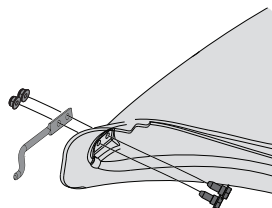

Figura 15
1. Desde el interior de la bota, coloque los dos tornillos de cabeza hexagonal (738-1225) a través de los orificios en la parte inferior delantera de la bota. Consulte la Figura 15.
2. Coloque la varilla de montaje (747-06309) en su lugar sobre los tornillos de cabeza hexagonal. Asegúrese de que la punta de la varilla esté hacia afuera desde la bota. Consulte la Figura 15.
3. Comience a enroscar las tuercas de seguridad de la brida (712-04064) en los tornillos de cabeza hexagonal. Consulte la Figura 15.